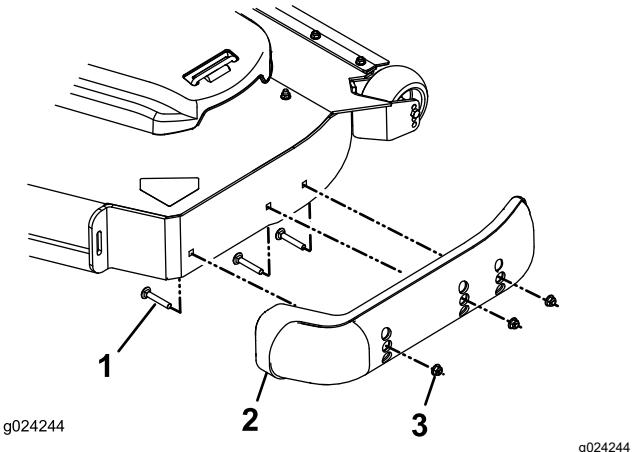

Figura 34
3. Retire os parafusos de carroçaria e as porcas de cada patim (Figura 34).